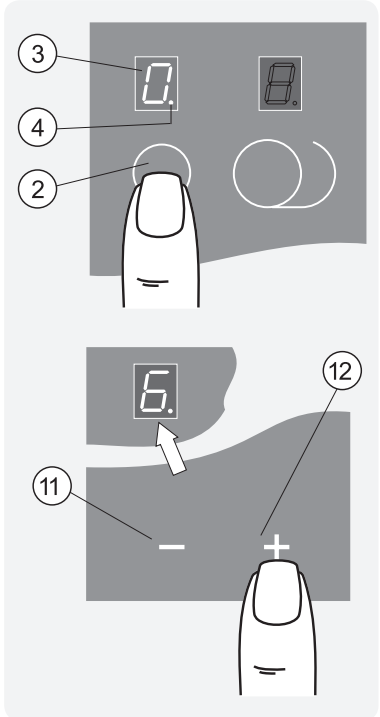

Рис.17
1. Коснуться зоны **②** с обозначением выбранной конфорки, после чего конфорка перейдет в режим управления. В соответствующем окне индикации горит «**0**» и светящаяся точка **④** указывает, что конфоркой можно управлять (рис. 17).